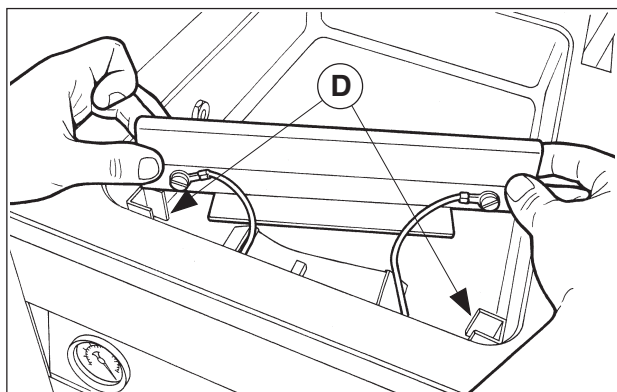
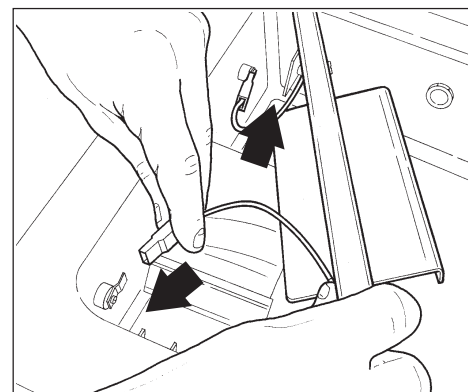

Fig. 6
Fig. 7
- 5) reinstalar la barra en las guías (D, Fig. 6) y reconectar firmemente los hilos en sus conexiones (Fig. 7).